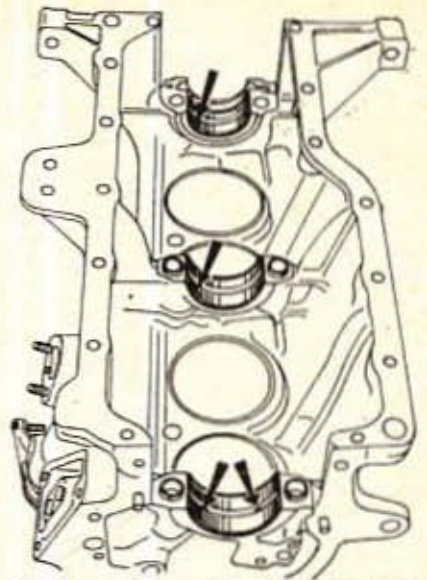

Fig. 41. — Mise en place des demi-coussinets de ligne d'arbre
• Placer les demi-coussinets de ligne d'arbre dans les logements correspondants du bloc-cylindres (fig. 41).